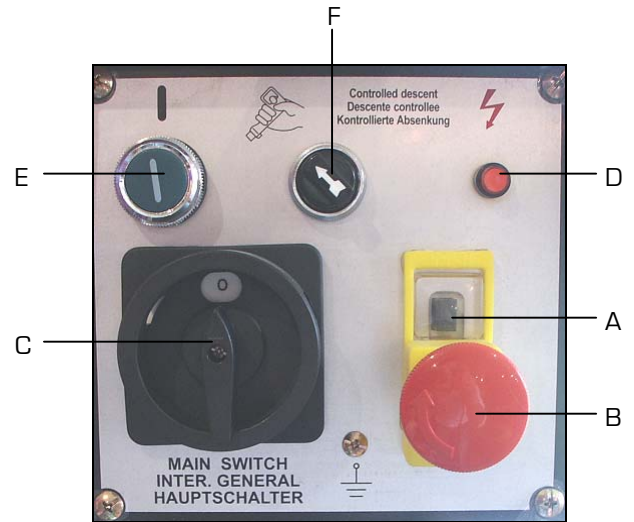
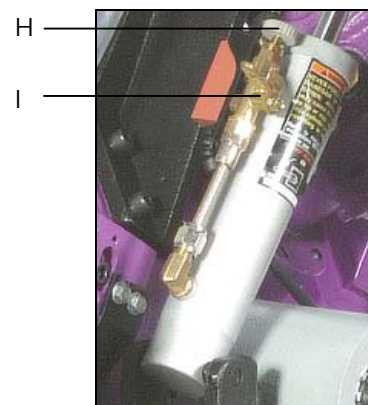

Figure 3
Figure 5
- E. Bouton de mise en marche vert « I » en mode descente autonome. Le bouton associé au commutateur [F fig.3] (flèche à l'opposée du logo « poignée gâchette ») commande la rotation du ruban et la descente de l'archet (débit réglable au moyen de la molette [H fig.5] située sur le vérin).
- La poignée de commande avec interrupteur à gâchette permet à l'utilisateur d'actionner la rotation du ruban, de descendre et de relever l'archet pendant la procédure de coupe (commutateur [F fig.3] vers le logo « poignée gâchette »). La poignée de commande est composée d'un interrupteur à gâchette [G fig.4], muni d'un dispositif de protection contre les démarrages intempestifs.
- Molette de réglage de vitesse de descente d'archet [H fig.5].
- Manette de blocage ou déblocage de descente d'archet [I fig.5].
1. La flèche du commutateur (F fig.3) doit être dirigée vers le logo représentant « la poignée à gâchette »
2. Régler la dureté du vérin en agissant sur la molette (H fig.5) : plus le chiffre est élevé, plus la descente est facile. Cette vitesse doit être en rapport avec la nature du profilé à couper (économie ruban) (voir chapitre 6.6).
3. Ouvrir la manette (I fig.5) en position verticale.
6. Fermer la manette (I fig.5) en position horizontale.
1. La flèche du commutateur (F fig.3) doit se trouver à l'opposé du logo représentant la « poignée à gâchette ».
2. Régler la vitesse de descente en agissant sur la molette (H fig.5) : plus le chiffre est important, plus la vitesse est conséquente. Cette vitesse doit être en rapport avec la nature du profilé à couper (économie ruban) (voir chapitre 6.6).
3. Appuyer sur le bouton de mise en marche vert « I » (E fig.3), le ruban sera automatiquement entraîné.
4. Ouvrir la manette (I fig.5) en position verticale, l'archet descendra automatiquement.